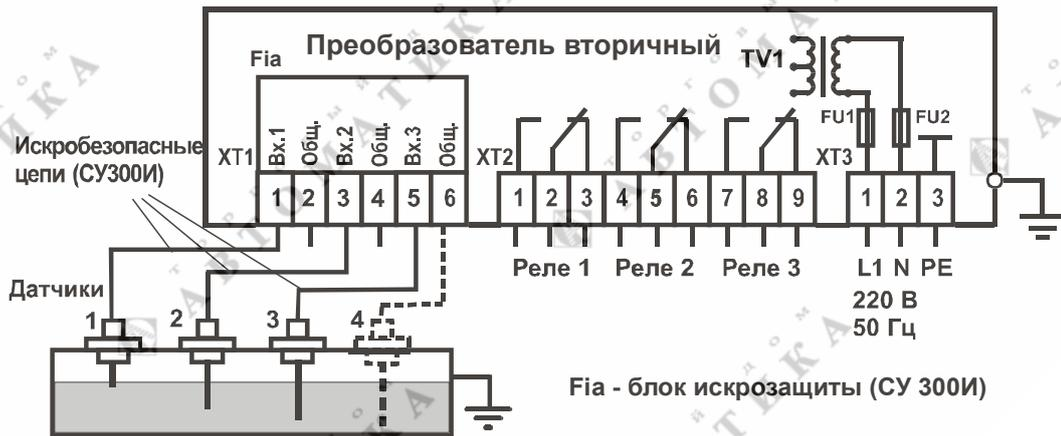

Рисунок 4 – Схема электрическая подключения
- подключить датчики ко вторичному преобразователю согласно схеме подключения (рисунок 4) и подать питание;
2.1.7 Металлический резервуар должен иметь соединение с заземляющим контуром. В случае использования сигнализатора уровня на неметаллических резервуарах должен быть установлен дополнительный датчик 4 (рисунок 4).
2.1.10 Электрический монтаж должен выполняться в соответствии со схемой подключения (рисунок 4) проводом или кабелем с медными жилами сечением 0,75 - 2 мм².